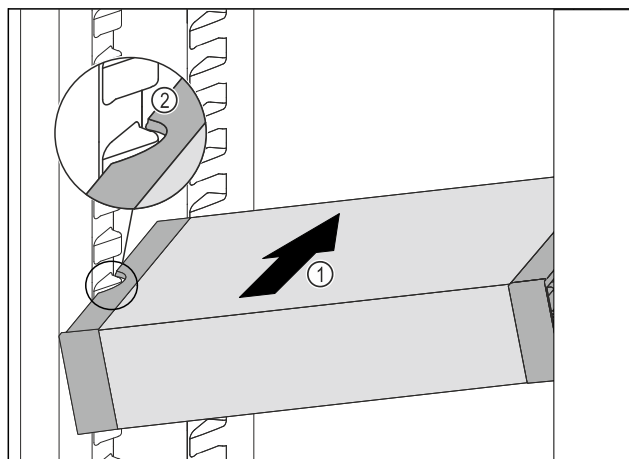

Fig. 94
- ▶ 将 VarioSafe 斜插入冷藏区中 Fig. 94 (1)，直至 VarioSafe 的侧部凹槽 Fig. 94 (2) 与冷藏区中的容器肋梁持平。